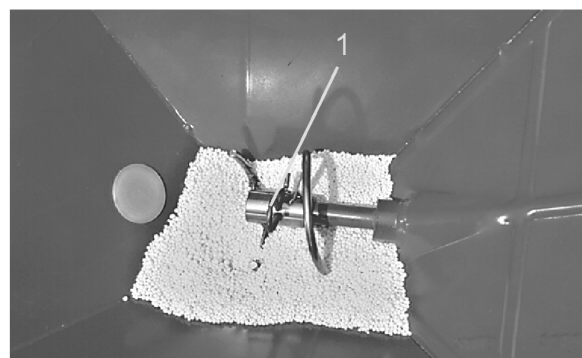

Fig. 22
- **elektronisk** med kjørecomputeren. I den forbindelse frigir to doseringsspjeld (Fig. 22/2) som startes av servomotorer (Fig. 22/1), ulike åpningsbredder i gjennomløpsåpningene (Fig. 22/3).
- **manuelt** via stillespakene (Fig. 22/6) gjennom innstilling av ulike åpningsbredder for gjennomløpsåpningene (Fig. 22/3). Påkrevde spjeldstillinger i den forbindelse bestemmes enten ved hjelp av opplysningene i **spredetabellen** eller med **telleskiven**.
Lukkespjeldene (Fig. 22/4) brukes til å åpne og lukke gjennomløpsåpningene og kan, avhengig av utstyret, betjenes separat hydraulisk (Fig. 22/5) via